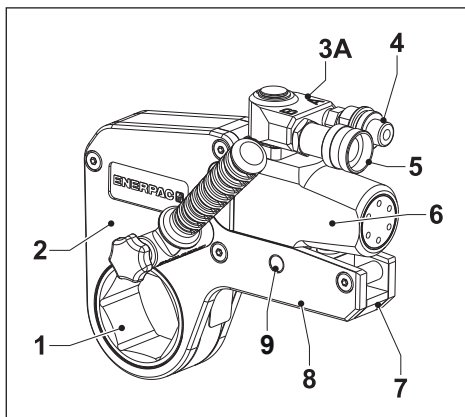

Fig. 1
- Bruk aldri muttertrekkeren hvis det er kjent, eller mistanke om, at låsepinnen på drivenhetens avstandsstykke er slitt, mangler eller er skadet. Drivenheten kan løsne fra kassetten og bli et farlig prosjektil. Se punkt 9 side 10, fig. 1 eller 2.
3.1 Oversikt og funksjoner (Fig. 1 eller 2)